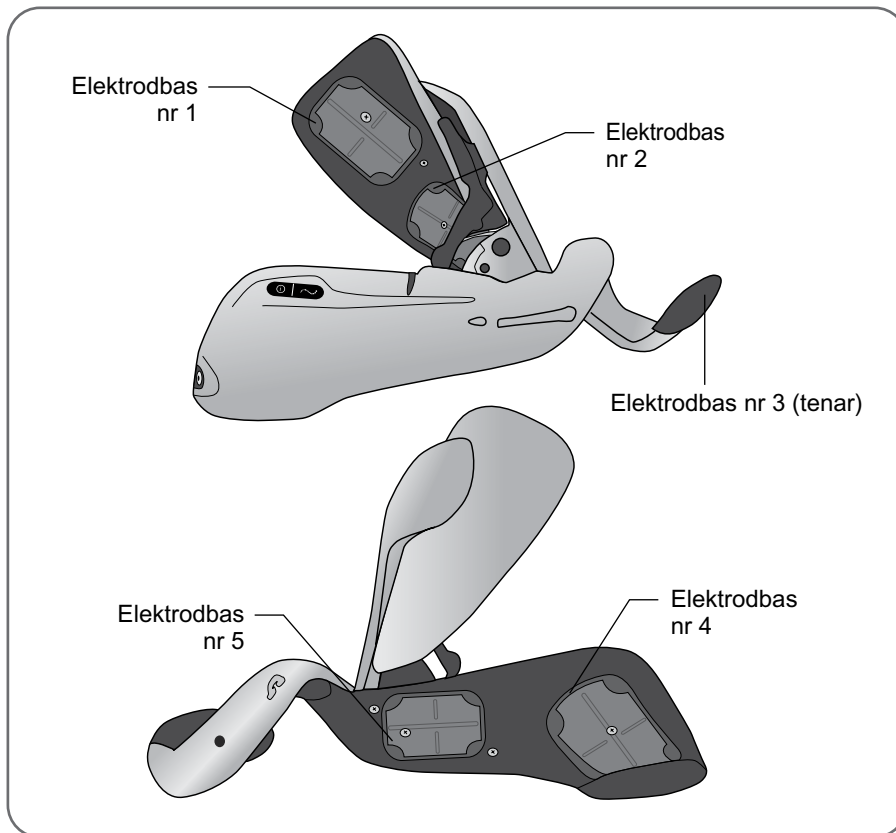

Bild 8-5: Elektrodbas nr 1–5
5. Passa varje tygelektrod till motsvarande elektrodbas. Se bild 8-5.